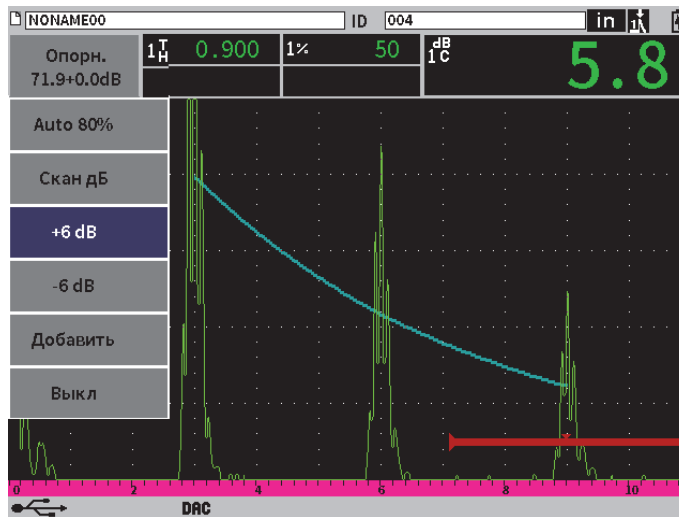

Рис. 11-11 Стандартная DAC с усилением сканирования 6 дБ
2. Настройте усиление грубой или тонкой настройкой, или используйте кнопки **+6 дБ** и **-6 дБ** для увеличения/уменьшения усиления при сканировании (см. Рис. 11-11 на стр 189).